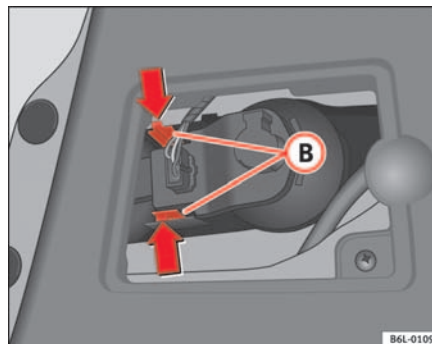

Fig. 152 Luz trasera en el capó
- Presione las lengüetas **(B)** ⇒ página 226, fig. 152 del portalámparas y extraiga este último.